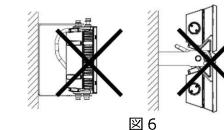

図 6
5. ただし、壁面（垂直面）の取付けはしないでください。（図 6）